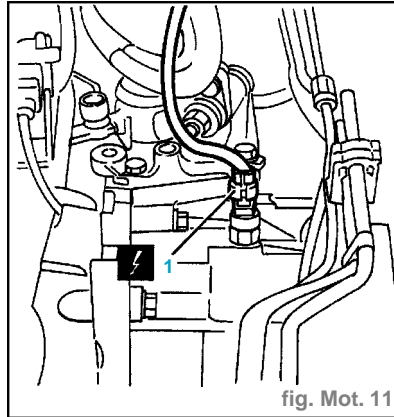

fig. Mot. 11
- Débrancher la connexion électrique au niveau de l'interrupteur des feux de recul (fig.Mot. 11).